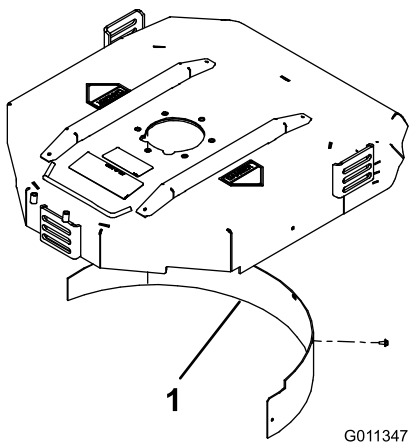

Рисунок 10
2. Установите дефлектор для мульчирования в отверстие задней стенки корпуса и закрепите его пятью болтами с фланцевой головкой (Рисунок 10).